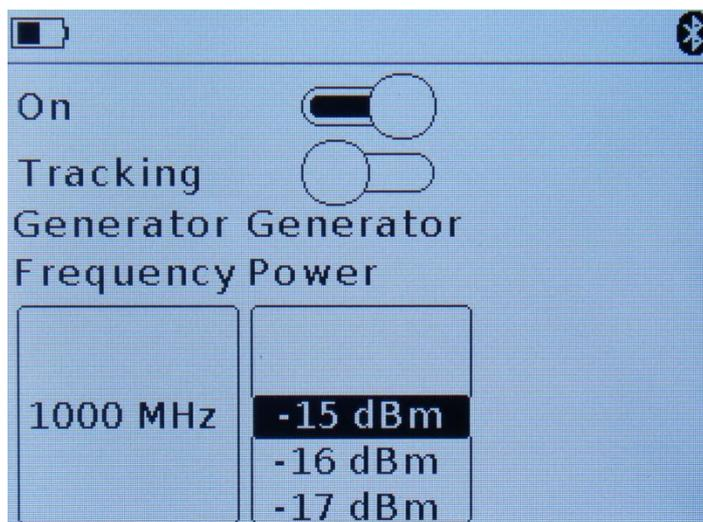

Рисунок 14 – Установка частоты и мощности выходного сигнала генератора.
7.6.4. В зависимости от оборудования, на которое подается выходной сигнал генератора, установите значение мощности сигнала в диапазоне от -15 до -25 dBm. Установка параметра, осуществляется «прокруткой» значений до фиксированной выделенной области (Рисунок 14).
7.6.5. Для снятия амплитудно-частотной характеристики и измерения коэффициента стоячей волны переместите «движок» вправо напротив параметра **Tracking** (Рисунок 14). На экране появится подменю установок, как на рисунке 16.